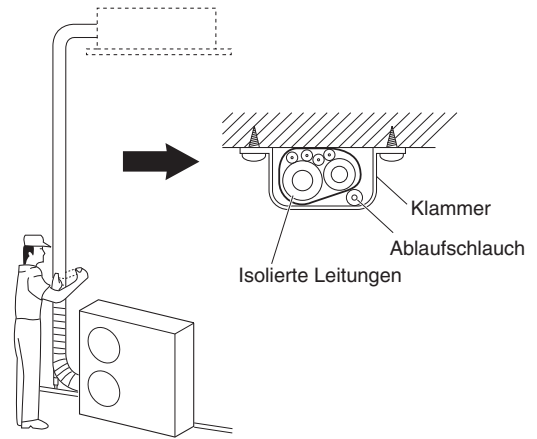

Abb. 5-9
- (1) Die Kühlmittelleitungen (und die elektrischen Kabel, falls die örtlichen Vorschriften dies erlauben) sollten mit Bewehrungsband in einem Bündel zusammengelegt werden. Um zu verhindern, dass durch Kondensationsbildung die Ablaufwanne überläuft, muss der Ablaufschlauch von der Kühlmittelleitung getrennt verlegt werden.
- (2) Das Bewehrungsband von der Unterseite des Außengeräts bis zum Ende der Leitung am Eingang zur Wand anbringen. Beim Umwickeln das Band jeweils um eine halbe Bandbreite überlappen.
- (3) Die gebündelten Leitungen an der Wand befestigen, wobei in Abständen von ungefähr einem Meter jeweils eine Halterung zu verwenden ist. (Abb. 5-9)